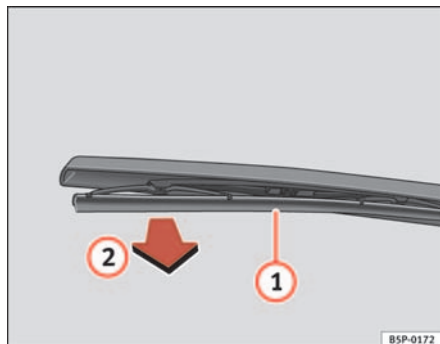

Fig. 166 Cambio de la escobilla del limpiaventana
- Separe el brazo del limpiaventana de la luneta ⇒ fig. 166
- Desenganche la escobilla ① y tire de ella ②. ⇒ fig. 166